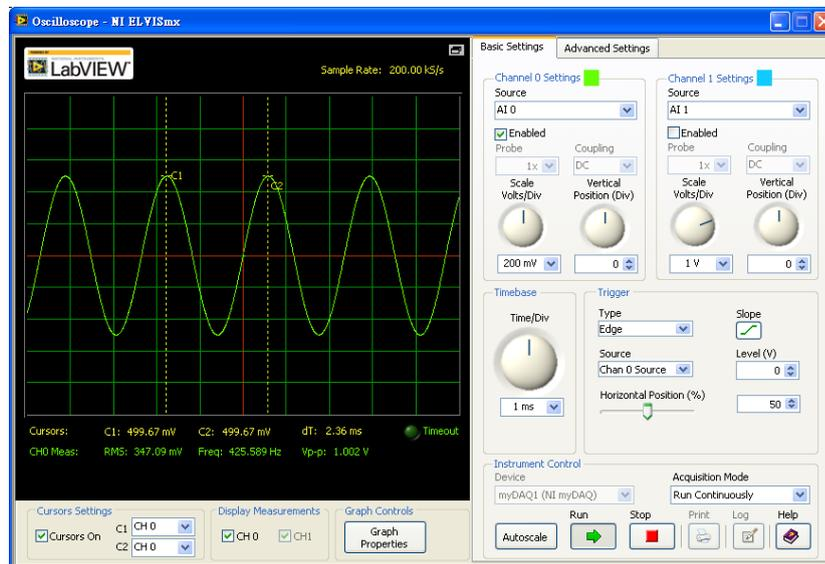

Figure 3-7 Oscilloscope
4.3 按照 Figure 3-7 設定 Channel 0 的 Source, TRIGGER 以及 TIMEBASE 的輸入。這樣的設定值可以在 Channel 0 中觀察到訊號產生器所產生的訊號波形